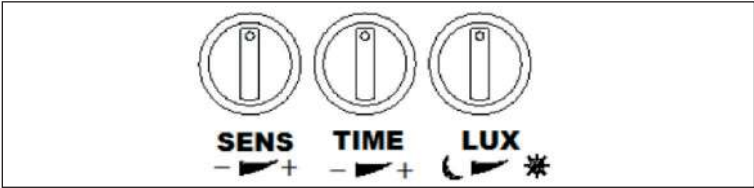

Fig. 6: Motion sensor settings
- Skjut de delar av M16-kabelgenomföringen som visas i fig. 6 över anslutningskabeln.
- Skjut in kabeländarna i motsvarande anslutningar i M16-kabelgenomföringen så att LED-belysningens anslutningar (N, L, skyddsjord/GND ☳) är anslutna till motsvarande kabel-färg i nätanslutningen (N = blå, L = brun, GND ☴ = grön-gul). Skruva fast nätkablarna med en skruvmejsel enligt bild 6.
5.3 Inställningar (fig. 6)
- Přes připojovací kabel nasadte části kabelové průchodky M16 znázorněné na fig. 6.
- Zasuňte konce kabelu do příslušných konektorů konektoru kabelové vývodky M16 tak, aby se přípojky venkovního LED reflektoru (N, L, ochranné uzemnění/GND ) spojily s odpovídající barvou kabelu síťové přípojky (N = modrá, L = hnědá, GND  = zelenožlutá). Síťové kabely pevně zašroubujte šroubovákem podle fig. 6.